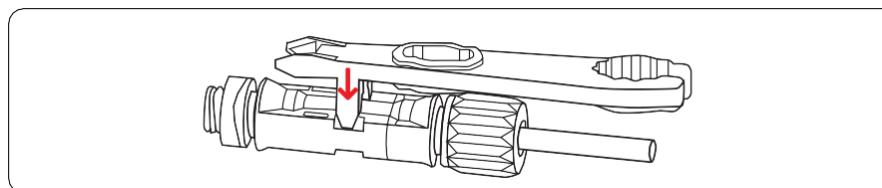

Figura 8.1 Rimozione del connettore di input DC
Step 1: Collegare tutti i cavi dall'inverter, compresi i cavi di comunicazione, i cavi di alimentazione in ingresso DC, i cavi di alimentazione in uscita AC e i cavi PGND, come mostrato nella Figura 8.1.